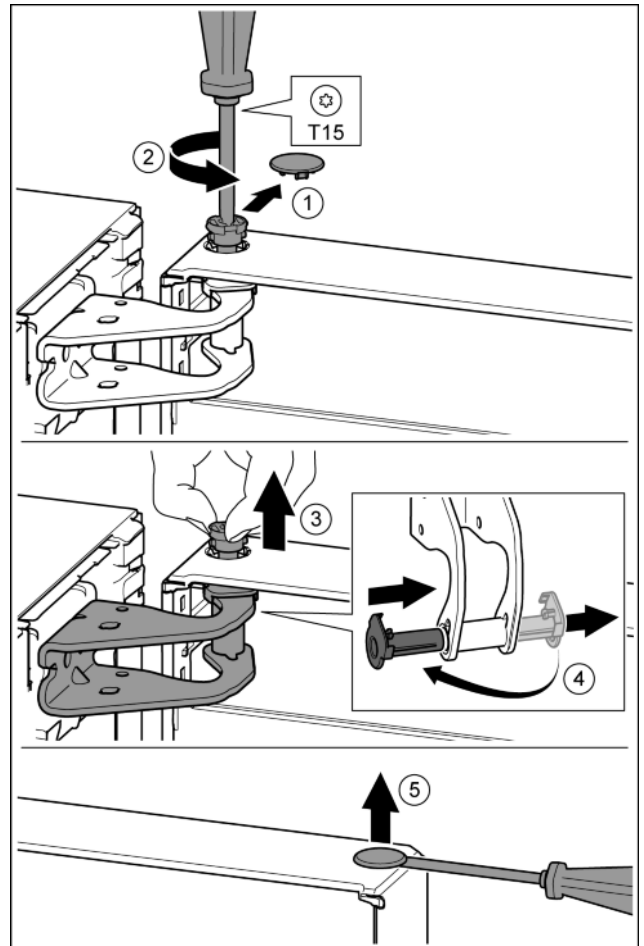

Fig. 8
- ▶ Sicherungsabdeckung vorsichtig abziehen. Fig. 8 (1)
- ▶ Bolzen mit Schraubendreher T15 ein Stück herausdrehen. Fig. 8 (2)
- ▶ Tür festhalten und Bolzen mit den Fingern herausziehen. Fig. 8 (3)
- ▶ Lagerbuchse aus Führung ziehen. Von der anderen Seite einsetzen und einrasten. Fig. 8 (4)
- ▶ Stopfen aus der Tür Lagerbuchse vorsichtig mit einem Schlitzschraubendreher anheben und herausziehen. Fig. 8 (5)